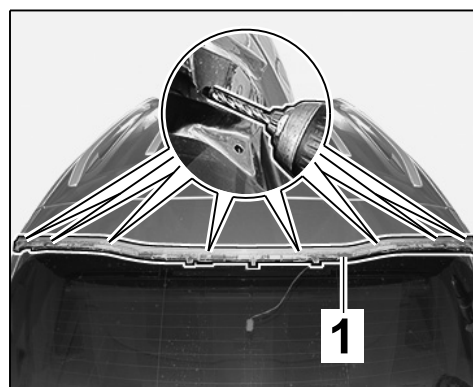

Рис. 34
- 10.2 Высверлить заклепки крепежной планки $\Rightarrow$ Рис. 34 -1- с помощью сверла $\varnothing$ 4 мм. Удалить стружку.